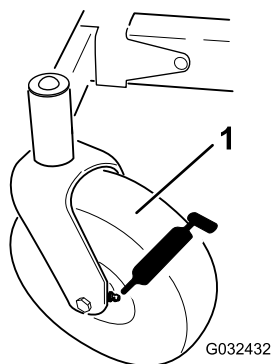

Figura 36
3. Limpe os bocais de lubrificação (Figura 36) com um pano.
4. Ligue uma pistola de massa lubrificante a cada bocal (Figura 36).